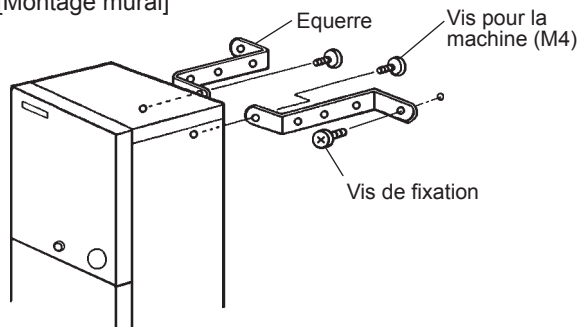

Fig. 2
- * Fixer le distributeur au mur à l'aide des équerres (accessoires) et de vis de fixation (non fournies). Courber les équerres selon les conditions d'installation. Voir fig. 2.